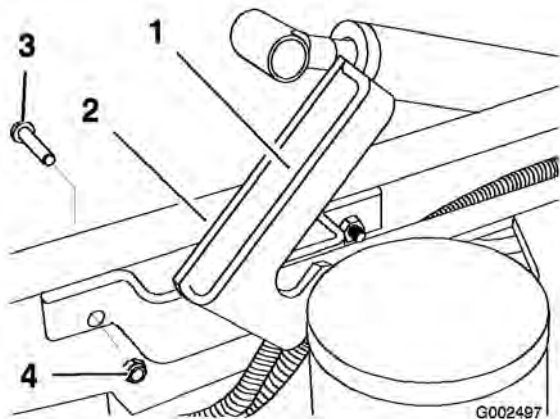
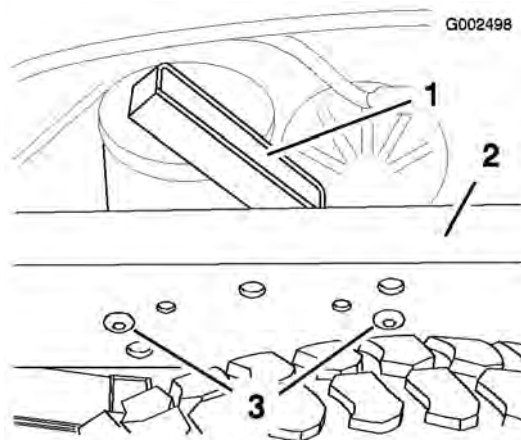

Figura 12
Figura 13
2. Montate il gruppo di supporto del montante all'interno dell'asta sinistra del telaio, utilizzando due bulloni a esagono incassato (3/8 x 1 pollice) e due dadi di bloccaggio (3/8 pollice), come illustrato nelle Figura 12 e Figura 13. Serrate i dadi ad un valore di 30 ± 4 Nm.